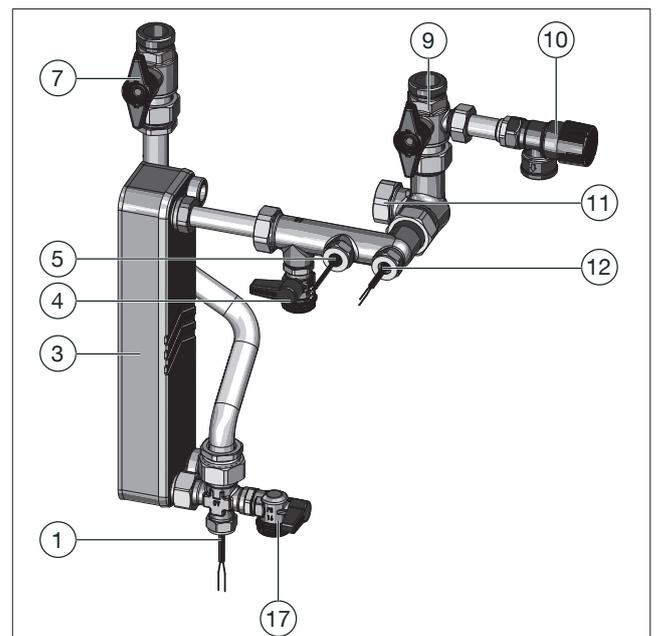

Abb. 36: Trinkwasserkreis
2. Schließen Sie langsam den Absperrkugelhahn Trinkwasser warm (siehe Position (7) in Abb. 36 auf Seite 41 und in Abb. 1 auf Seite 10).
3. Schließen Sie langsam den Absperrkugelhahn Trinkwasser kalt (siehe Position (9) in Abb. 36 auf Seite 41 und in Abb. 1 auf Seite 10).
4. Schrauben Sie die Verschlusskappe des unteren KFE-Kugelhahns Trinkwasser warm ab (Position (17) in Abb. 36 auf Seite 41 und in Abb. 1 auf Seite 10).
5. Schließen Sie den Ablassschlauch für Trinkwasser an den unteren KFE-Kugelhahn Trinkwasser warm an (Position (17) in Abb. 36 auf Seite 41 und in Abb. 1 auf Seite 10).
6. Öffnen Sie den unteren KFE-Kugelhahn Trinkwasser warm (siehe Position 17 in Abb. 36 auf Seite 41 und in Abb. 1 auf Seite 10).
17. Schließen Sie den unteren KFE-Kugelhahn Trinkwasser warm (siehe Position 17 in Abb. 36 auf Seite 41 und in Abb. 1 auf Seite 10).
5. Schließen Sie den unteren KFE-Kugelhahn Trinkwasser warm (siehe Position 17 in Abb. 36 auf Seite 41 und in Abb. 1 auf Seite 10).